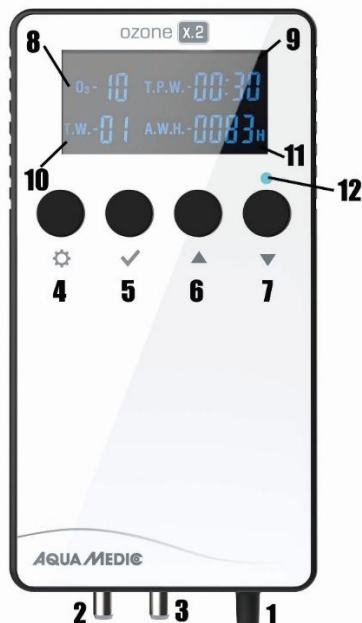

Fig. 3: Componenti dell'unità ozono:
Il generatore di ozono è dotato di un regolatore "+" e di uno "-" (tasti freccia, Fig. 3, nn. 6 e 7). Questi consentono di regolare la potenza dell'ozono in modo graduale da 1 a 10. Come valore indicativo si applicano 10 mg di ozono/ora per 100 l di acqua di mare; per l'acqua dolce circa 5 mg di ozono/ora. Al livello 1 un generatore di ozono ha circa 1/10 della sua potenza nominale.
O₃ - Quantità di ozono regolabile su dieci livelli (max. 10) Fig. 3, n. 8).
T.P.W. - Fig. 3, n. 9) Il tempo di funzionamento del generatore di ozono per ogni ciclo di lavoro. Durata massima impostabile: 24:00 = 24 ore. Durata minima impostabile: 00:01 = 1 minuto. **Importante: se T.W. è impostato su zero, il generatore di ozono funziona in modalità continua indipendentemente dall'impostazione T.P.W.**
T.W. - Fig. 3, n. 10) Il numero di giorni o ore tra le singole sessioni di lavoro. T.W. = 00 significa funzionamento continuo. T.W. = 01 significa un'ora di pausa dopo il tempo di funzionamento impostato in T.P.W. T.W. 01D indica un giorno di pausa. Passaggio da ore a giorni premendo contemporaneamente i due tasti freccia Fig. 3, nn. 6 e 7).
A.W.H. - Fig. 3, n. 11) Ore di funzionamento
Impostazione della quantità di ozono (Fig. 3, n. 1): premere il tasto di impostazione (4). L'indicatore dell'ozono inizia a lampeggiare e può essere regolato con i tasti freccia. 10 = massimo; 01 = minimo. Confermare l'impostazione con il tasto 5.